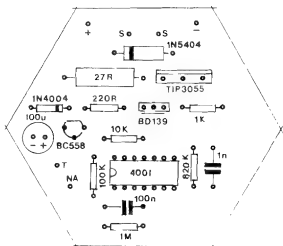

Fig.3
- **FIG. 3 - "CHAPEADO" DA MONTAGEM** - Na figura anterior, o padrão de ilhas e pistas cobreadas, em tamanho natural, era visto nas áreas negras do diagrama... Agora, veinos o "outro" lado da placa, não cobreado (a "sombra" das áreas cobreadas aparece, nitidamente, para facilitar e referenciar uma conferência das ligações...), com todos os componentes do circuito (menos o transdutor, **tweeter** do projetor...) devidamente posicionados... Os maiores cuidados - como sempre - devem ser dedicados à correta colocação das peças **polarizadas**, com o Integrado tendo sua extre-